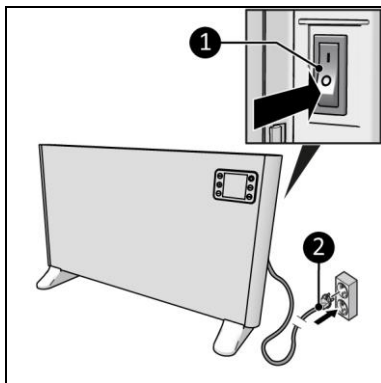

Figura 14
2. Asigurați-vă că comutatorul ON/OFF este în poziția OFF (Figura 14, poz. 1).
3. Introduceți ștecherul (Figura 14, poz. 2) într-o priză de perete cu împământare, ușor accesibilă. Utilizați o priză de perete cu împământare, cu o putere minimă de 2.500W.